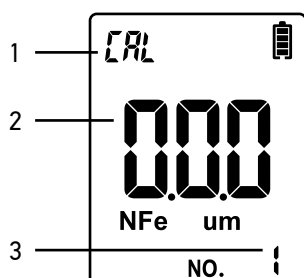

Abbildung 1
- Halten Sie (1) 3 Sekunden lang gedrückt, um den Kalibrierungsmodus zu aktivieren (Abb. 1).
- Der Dickenwert des jeweiligen Punktes wird auf dem Display angezeigt. Wenn ein offensichtlich falscher Wert angezeigt wird, korrigieren Sie ihn mit den Tasten (3)/(4) und führen Sie die Messung erneut durch. Nach der Messung von Punkt 6 wird der Kalibrierungsmodus automatisch beendet.
- Um einen der sechs Punkte zu kalibrieren, wählen Sie ihn durch Drücken der Taste (1) aus.
- Drücken Sie (1), um den Kalibrierungsmodus zu verlassen.
- Presione (1) y manténgalo presionado durante 3 segundos para entrar en el modo de calibración (fig. 1).
- El valor de grosor del punto respectivo se muestra en la pantalla. Si se muestra un valor que es evidentemente falso, use los botones (3)/(4) para corregirlo y vuelva a realizar la medición. Después de medir el punto 6, el modo de calibración se cerrará automáticamente.
- Para calibrar un punto de entre los seis, selecciónelo presionando el botón (1).
- Presione (1) para salir del modo de calibración.